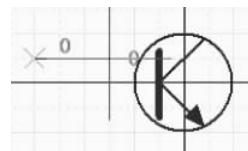
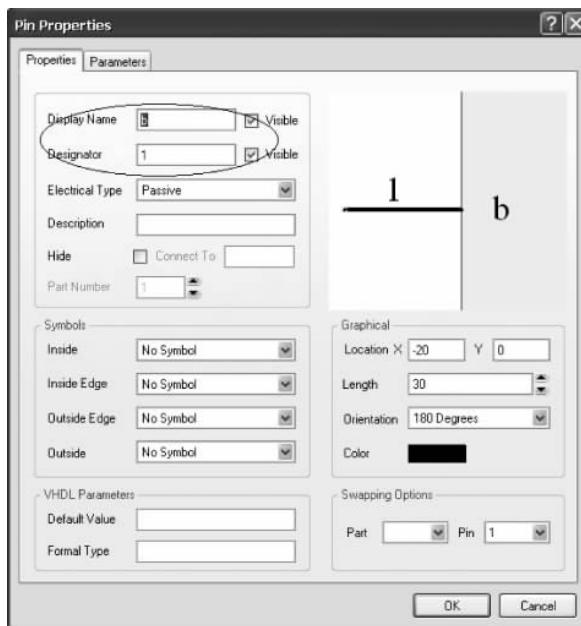

图 3-15 引脚放置示意图
图 3-16 引脚属性对话框
(4) 选取放置引脚按钮  ,可通过 Space 键旋转角度。分别在三个方向各放一个引脚。注意,带有电气捕捉点即显示灰色叉的一端朝外(如图 3-15 所示)。双击引脚,打开如图 3-16 所示的引脚属性对话框,设置 Display Name(引脚名),Designator(引脚号)依次为 1、2、3。由三极管的基本知识可知,1 号引脚对应的是三极管的 b 极,2 号引脚对应的是三极管的 c 极,3 号引脚对应的是三极管的 e 极。